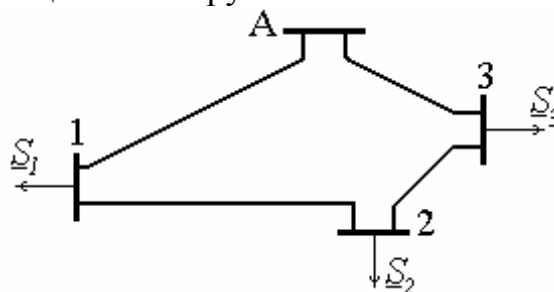

Рис. 76. Схема сети к задаче 59
**Задача 59.** На рис. 76 изображена сеть напряжением 220 кВ. *Определить*